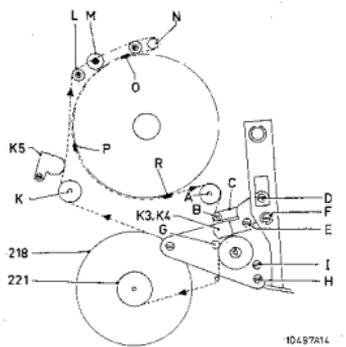

Fig. III-19
Die Anschlagkraft des unteren Trommel in eingefädelt Zustand kontrollieren. Diese Kraft soll 1 kg betragen und wird gemessen an Einfädelstift (N) (Abb. III-19) in eingefädelter Zustand.